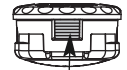

Fig. 16
- Oprima fuertemente las orejetas que se encuentran a cada lado del cabezal de corte. (Fig. 16)